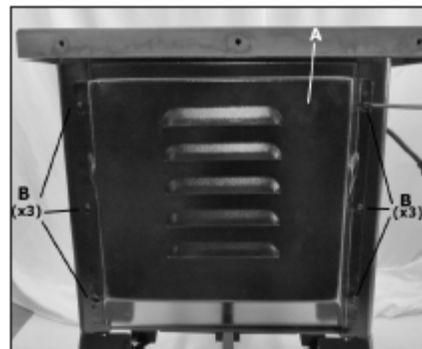

Рис. 13
11. Прикрепить крышку двигателя к корпусу станка (рис. 13, А) винтами М5х16 (рис. 13, В).